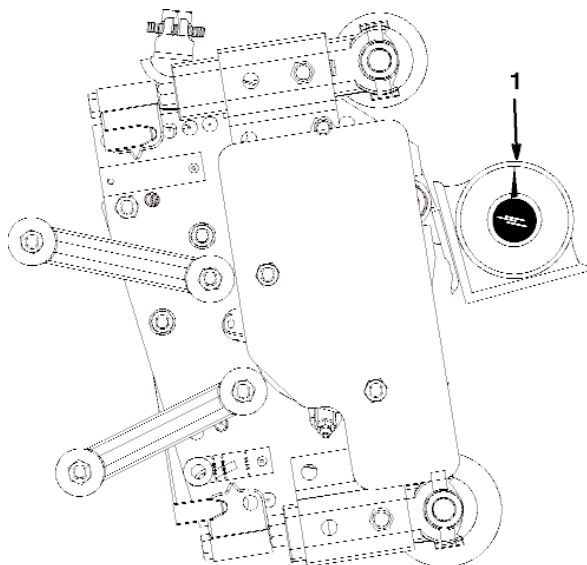

Figure 11
1. Placez un indicateur d'angle (Réf. Toro 99-3503) sur la contre-lame et notez l'angle de cette dernière (Fig. 11).